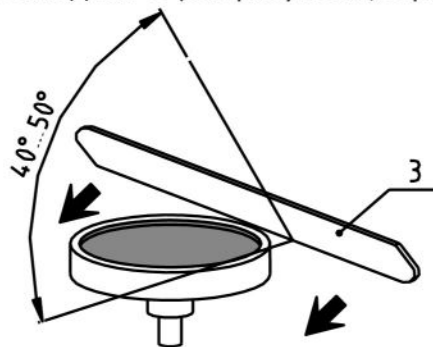

Рисунок 5
4.4.3.3 Плотно прижимая поршень к чашечке, нанесите смазку на него с помощью шпателя 3, не допуская образования пузырьков воздуха: сначала внутренние края чашечки, затем весь объем чашечки выше ее толщины. Уплотните смазку шпателем, затем снимите ее излишки ребром шпателя вровень с толщиной чашечки сначала в одну сторону, потом – в другую (см. рисунок 5, страница 8).